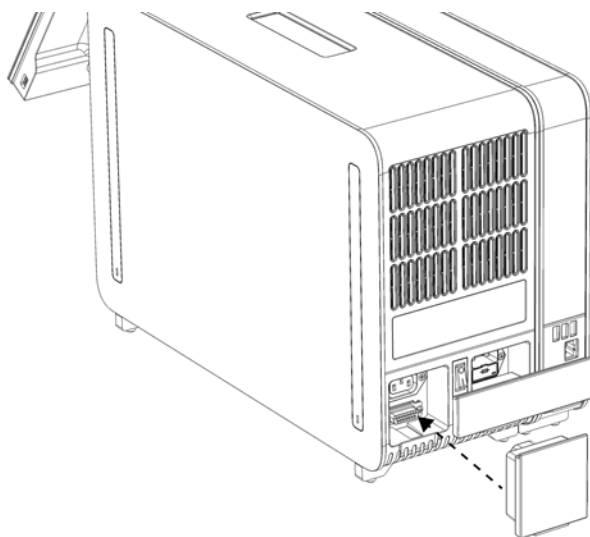

Figura 9. Ligação da ponte de terminação.
6. Ligue a ponte de terminação na parte traseira do módulo analítico (Figura 9).